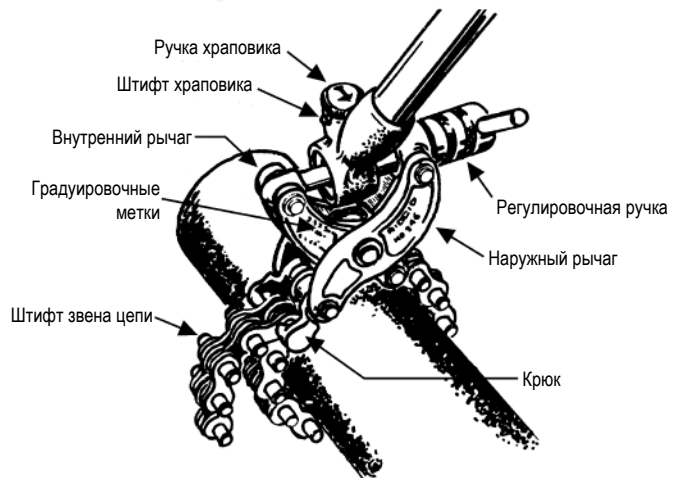

Рис. 1
5. Повернуть ручку храповика так, чтобы стрелка была направлена на красную рукоятку. (См. рис. 1). Цепь следует надлежащим образом отрегулировать, чтобы обеспечить достаточный для режущего действия рабочий ход.